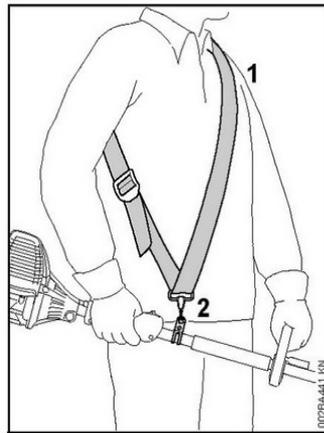

рис. 3
2. Пристегните ремень (1) к креплению (2). Отрегулируйте ремень для комфортной работы (рис.3).